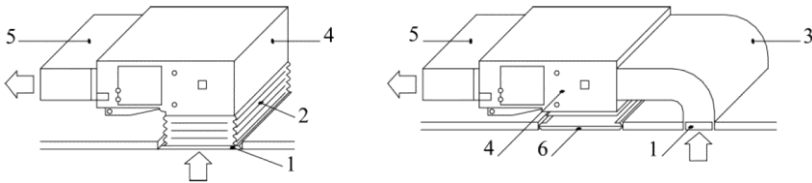

Abb. 12
- e. Die Installationsart ist mit Rücksicht auf die Bedingungen im Gebäude, die Wartung usw. zu wählen (siehe Abb. 12).